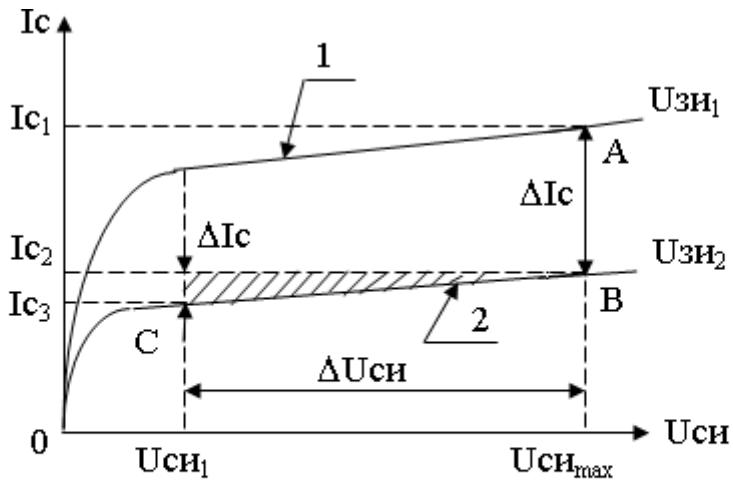

Рис.5. Определение параметров полевых транзисторов по выходным характеристикам.
Уравнение (16) получило название *внутреннего уравнения*. Это уравнение широко применяется на практике для вычисления третьего параметра по двум известным. Чтобы определить параметры полевого транзистора с управляемым *p-n*-переходом необходимо иметь семейство выходных характеристик. Крутизну характеристики и внутреннее сопротивление могут быть определены графически по выходным характеристикам на рабочем участке (рисунок 5).